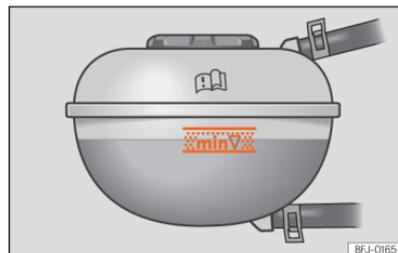

Abb. 235 Im Frontraum: Markierung am Kühlmittelausgleichsbehälter.
- Überprüfen Sie bei kaltem Motor den Kühlmittelstand an den seitlichen Markierungen des Ausgleichsbehälters » » (Abb. 235). Der Kühlmittelstand muss zwischen den Markierungen liegen.
- Der Kühlmittelstand muss sich zwischen den Markierungen des Ausgleichsbehälters befinden » » (Abb. 235). **Nicht über die Oberkante des markierten Bereichs auffüllen** » » .
- Das Kühlmittel darf beim Auffüllen die Oberkante des markierten Bereichs nicht überschreiten >>> (Abb. 235). Andernfalls kann überschüssige Flüssigkeit bei steigender Temperatur aus dem Motorkühlsystem ausgestoßen werden und Schäden verursachen.